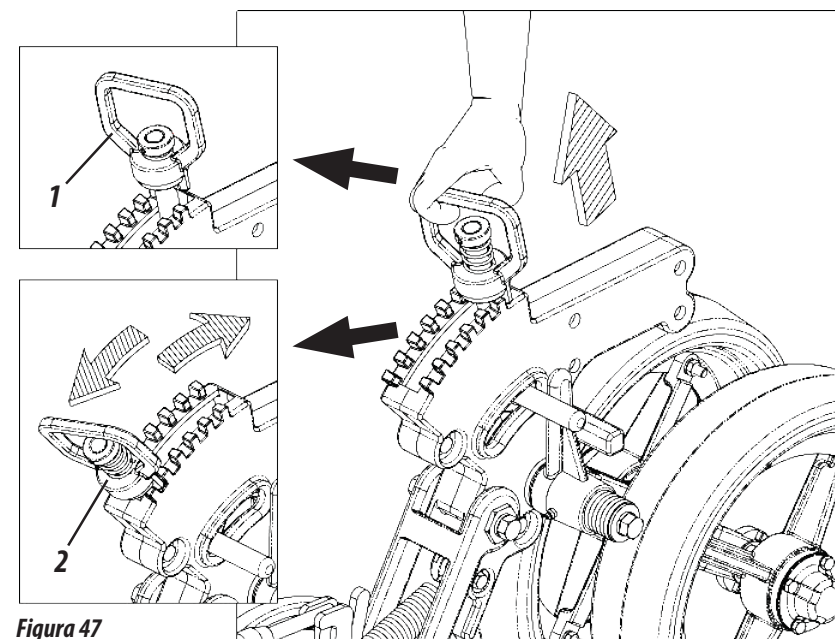

Figura 47
REGULADO DE LA RUEDA DE PROFUNDIDAD OSCILANTE (FIGURA 47)
- 1- Saque la alza (1) hacia arriba, desplace el regulador (2) hasta el punto deseado, ajustando la rueda de profundidad (3), después baje la alza (1) trabando el regulador (2), **conforme muestra la figura 47.**